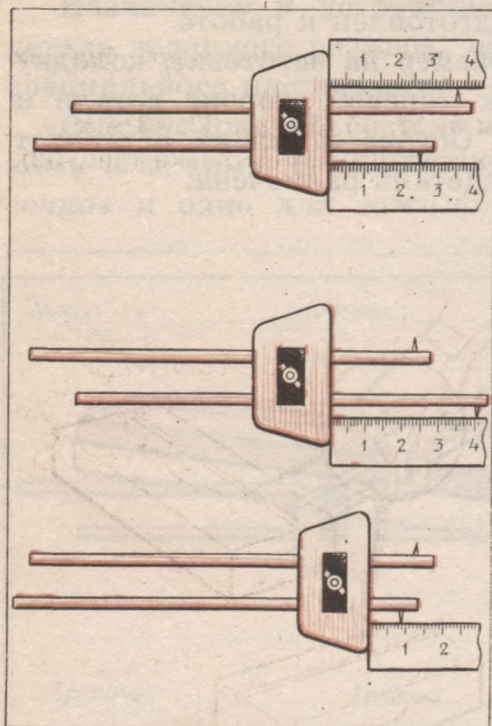

Рис. 49. На какой размер установлен рейсмус?
2. Определите, на какой размер установлен рейсмус (рис. 49).